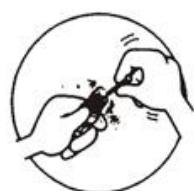

Рис. 41
7.2.3 Почистіть нагар навколо запальної свічки (Рис. 41).